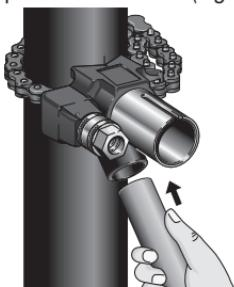

Figure 5 – Raccordement de l'aspirateur
6. Engagez le tuyau d'aspiration sur le raccord d'aspirateur du guide. Prévoyez un adaptateur si nécessaire (*Figure 5*).